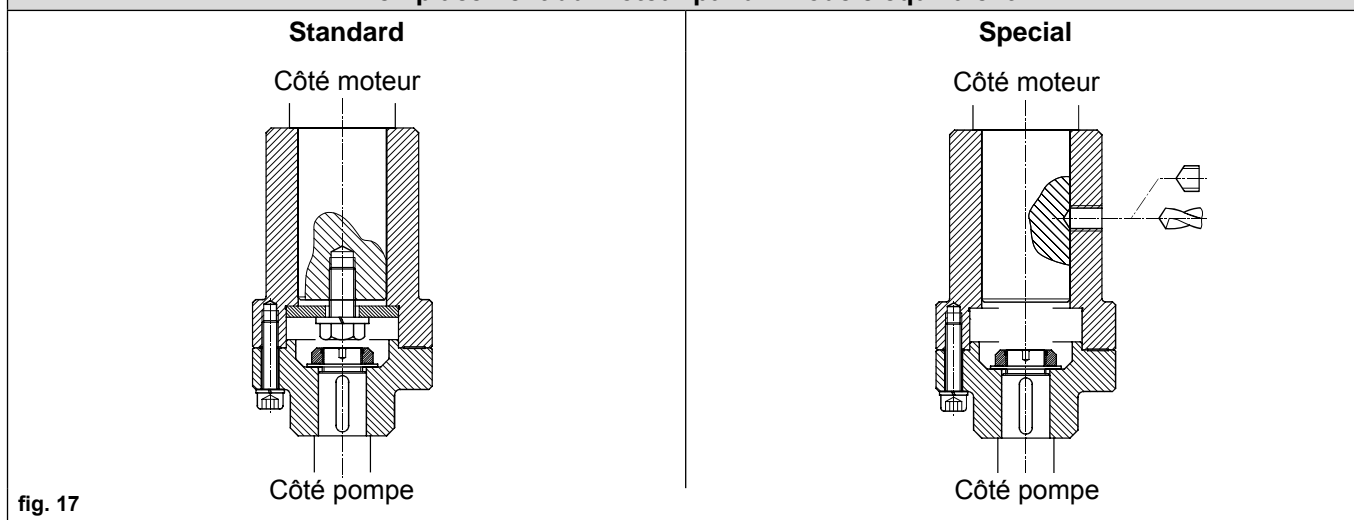

fig. 17
- Remonter les six vis de l'accouplement avec leurs rondelles (fig. 17).
Dans le cas où il y aurait lieu de remplacer le moteur et que l'arbre du nouveau moteur ne porterait pas de trou fileté à son extrémité, le demi-accouplement moteur devrait être bloqué à l'aide d'une vis sans tête à téton placée de la manière suivante (fig. 17).